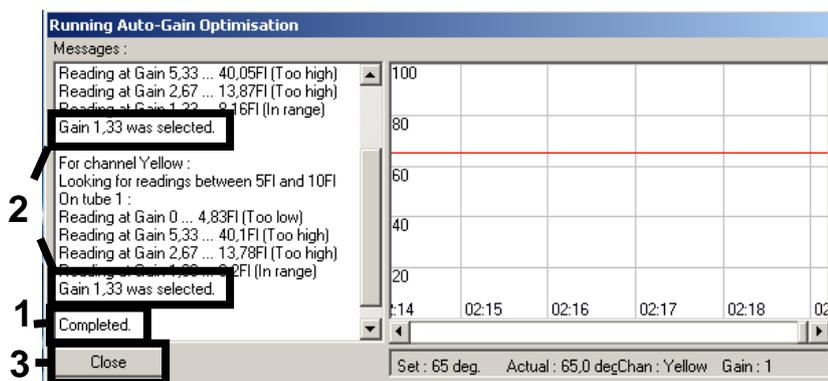

Figura 4. Otimização de ganho concluída Tenha em atenção os valores de ganho (neste caso, 1,33 para ambos os canais de fluorescência).
4. Abre-se uma nova janela "**Running Auto-Gain Optimisation**" (Executar otimização automática de ganho). Aguarde até que apareça "**Completed**" (Concluída) na janela (Figura 4). Tome nota dos valores de ganho selecionados para ambos os canais e clique em "**Close**" (Fechar) (Figura 4).